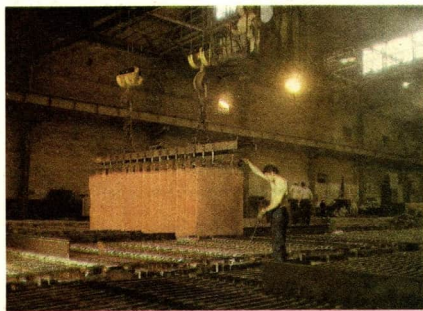

Abb. 56
**Technische Durchführung der elektrolytischen Kupferraffination.** In Kupferelektrolysezellen werden als positive Elektroden etwa 20 Rohkupferplatten und 20 dünne Bleche Reinkupfer als negative Elektroden eingesetzt. Die Elektroden sind abwechselnd angeordnet und parallel geschaltet (Abb. 56). Durch die Wirkung des elektrischen Stroms geben die Kupferatome Elektronen ab, so daß Kupfer(II)-Ionen in Lösung gehen. Die im Rohkupfer enthaltenen Verunreinigungen an unedlen Metallen, wie Eisen, Nickel, Cobalt, Zink, gehen ebenfalls als entsprechende Metall-Ionen in Lösung. Die Atome der